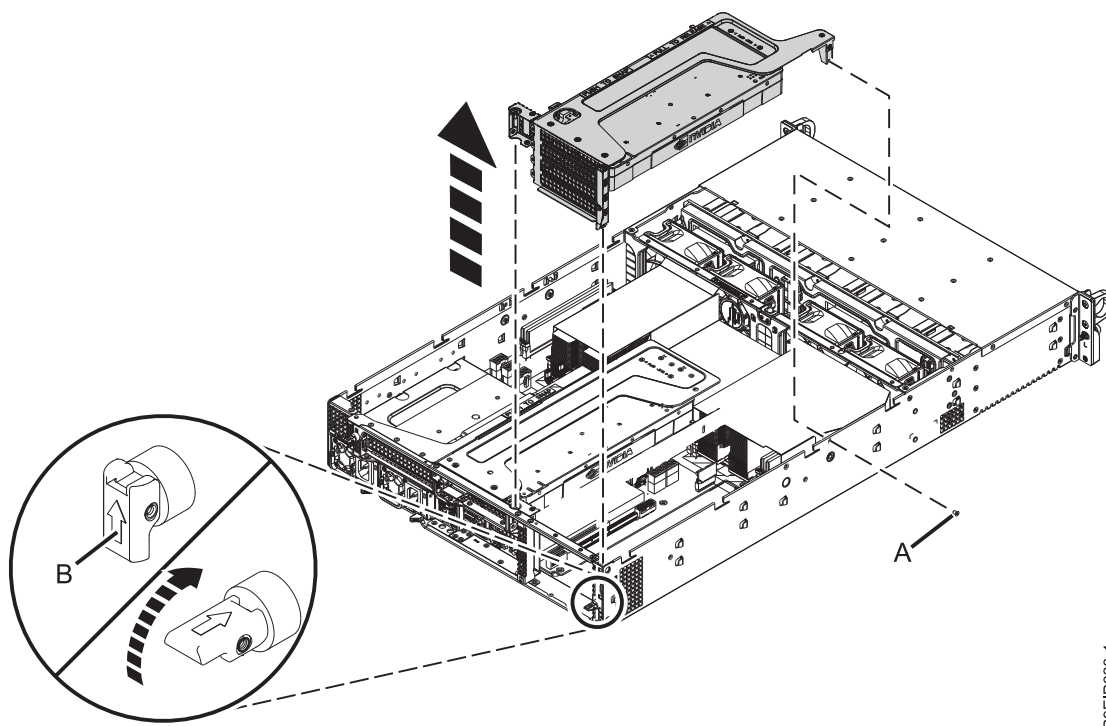

Figura 60. Extracción de la tarjeta de expansión PCIe
- 5. Para instalar un adaptador en la posición 3, 5 o 6, quite la tarjeta de expansión, tal como se muestra en la Figura 60 en la página 93.